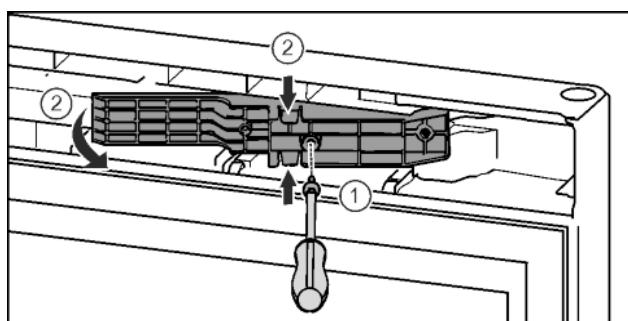

Fig. 16\*
- Odvijačem T15 otpustite vijke.\* Fig. 16 (1)
- Izvadite adapterski element.\* Fig. 16 (2)